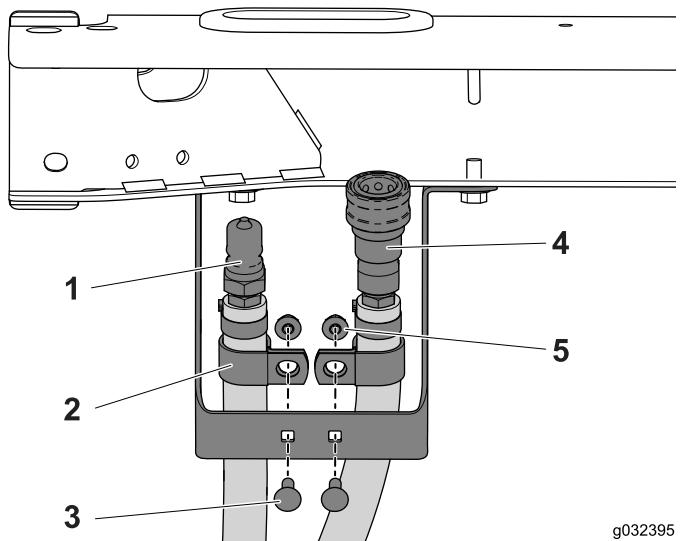

Figure 18
- Placez un collier en R autour de chacun des flexibles (Figure 18).
- Fixez le collier en R et le flexible sur le support à l'aide des 2 boulons de carrosserie (1/4 x 3/4 po) et écrous à embase (Figure 18).